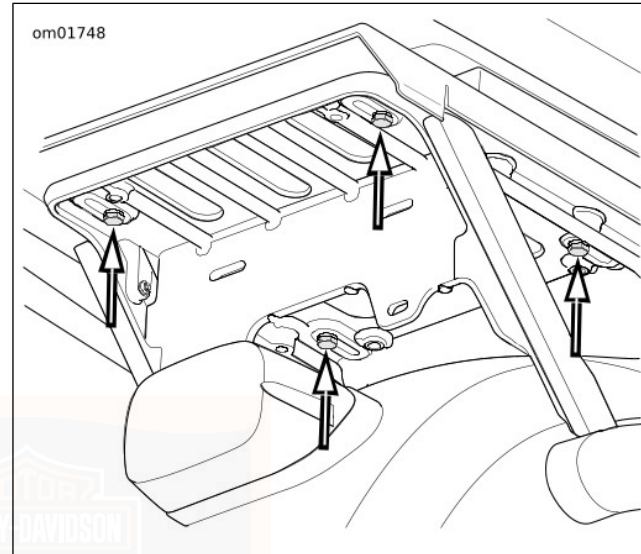

Abbildung 60. Tour-Pak-Halterungsschrauben (APC-Modelle)
1. Siehe Abbildung 60 . Die vier Schrauben entfernen, mit denen die Tour-Pak-Halterung am Träger befestigt ist.